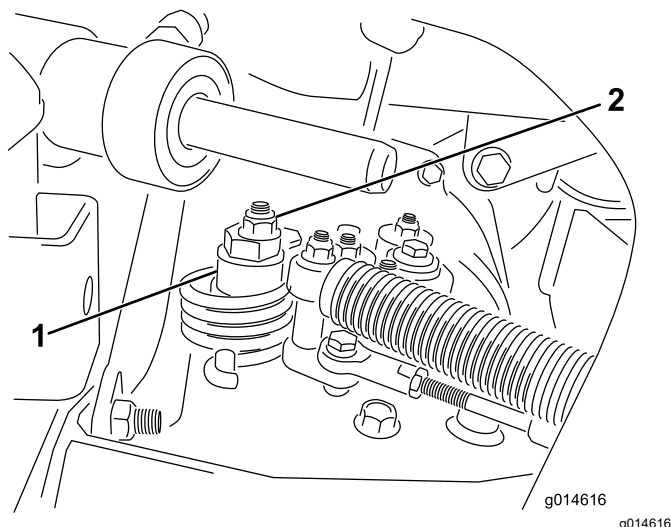

Figure 38
- A. Desserrez l'écrou de fixation de l'excentrique en haut de l'hydrostat (Figure 38).
- C. Tournez l'excentrique jusqu'à ce que la roue ne tourne plus dans aucune direction. Lorsque la route arrête de tourner, serrez l'écrou pour bloquer l'excentrique et le réglage (Figure 38). Vérifiez le réglage avec la commande d'accélérateur en position BAS RÉGIME, puis HAUT RÉGIME.